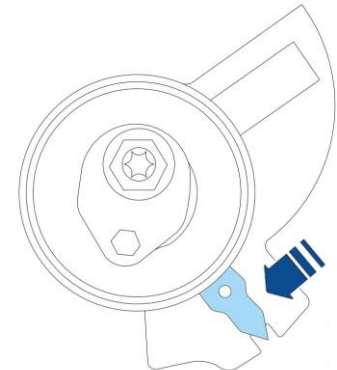

Fig. 6
- Aflojar la tuerca del tensor y girar lentamente el tensor en sentido horario hasta la posición en la que adopta la tensión nominal (Fig. 6).